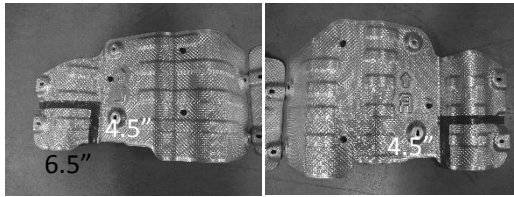

Figura 3
7. Recortar el protector de calor como se muestra en la Figura 3